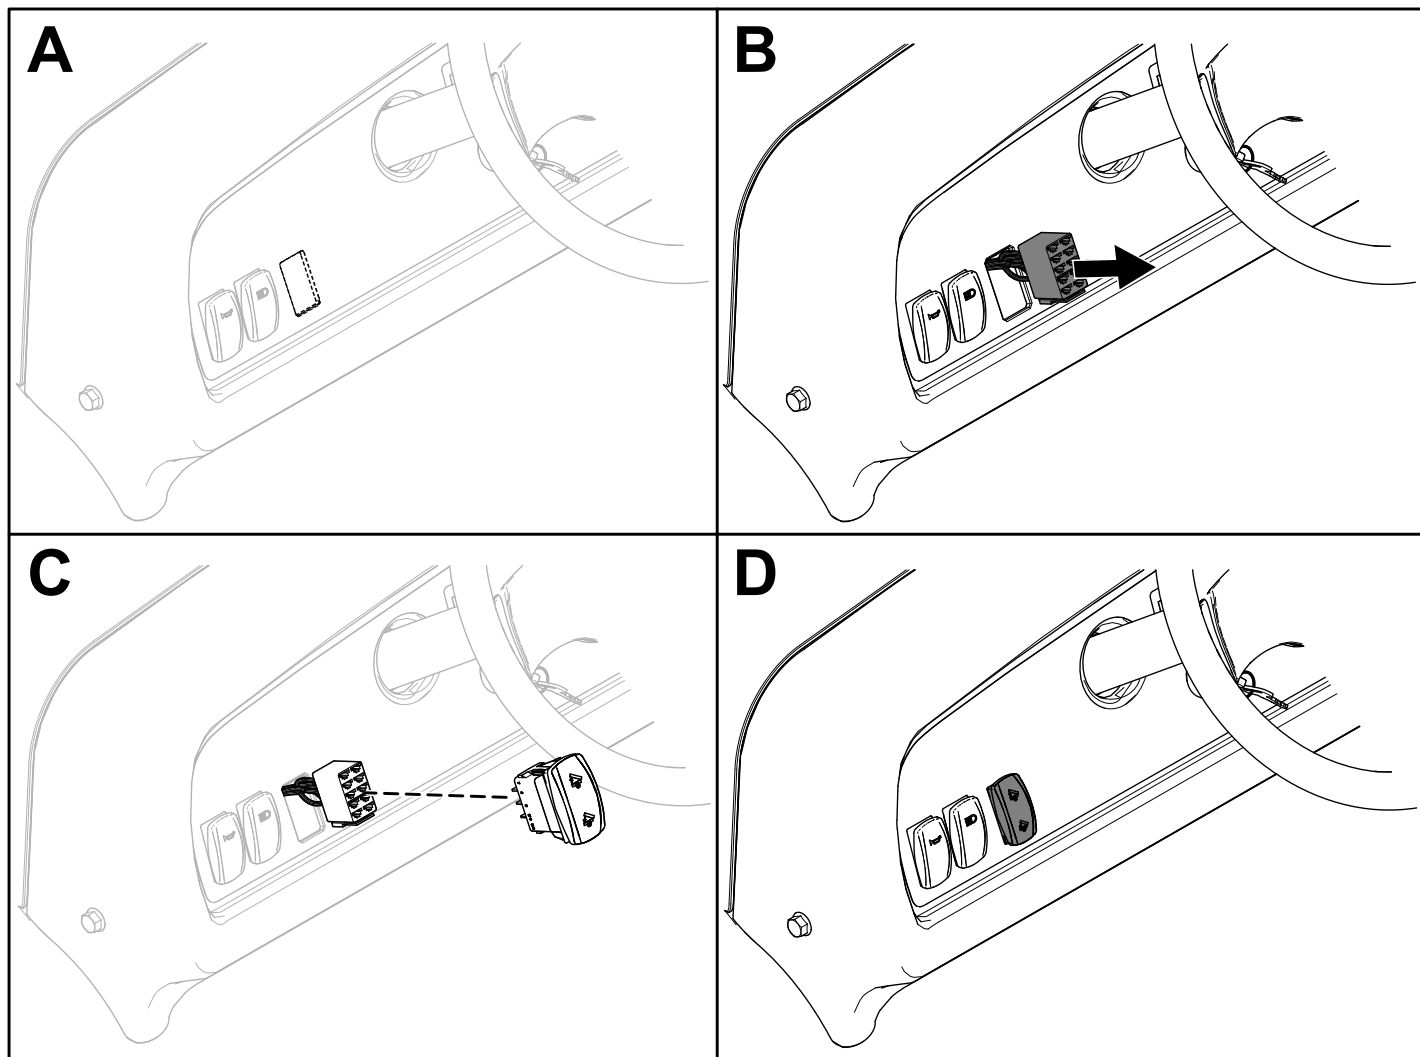

図 8
5. 荷台昇降スイッチを上昇側に押してアクチュエータを伸長させる 図 8。